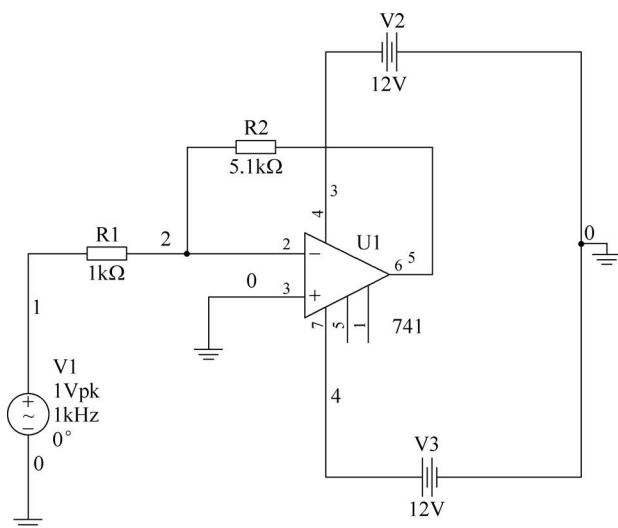

图 5.6.3 噪声分析电路
【例 5.6】 电路如图 5.6.3 所示,对 R1 和 R2 进行噪声分析。
解: (1) 新建电路原理图,操作步骤参见 2.2.5 节,按图 5.6.3 创建电路。
(2) 单击 Simulate/Analyses and Simulation/Noise,在 Noise 对话框的 Analysis parameters 选项卡中,设置分析参数如下。